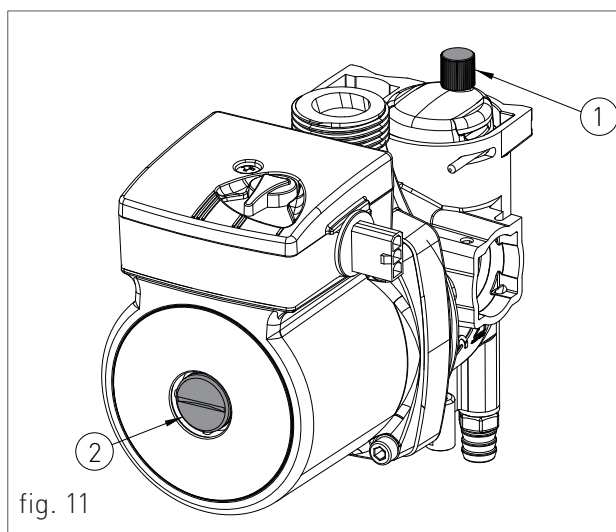

fig. 11
2. Desserrer légèrement le bouchon du purgeur d'air du circulateur (1-fig. 11) pour évacuer l'air du système ;
8. Desserrer le bouchon du circulateur (2-fig.11) pour évacuer toutes les bulles d'air et le fermer pour éviter toute fuite d'eau;